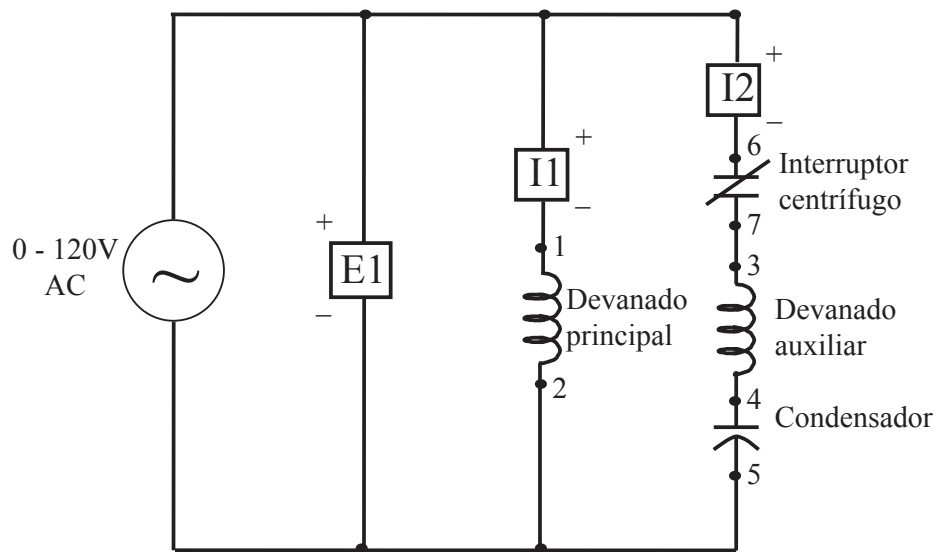

Figura 10: Motor de arranque por condensador
25. Montar el circuito de la figura 10 siguiendo las recomendaciones dadas al principio del procedimiento.